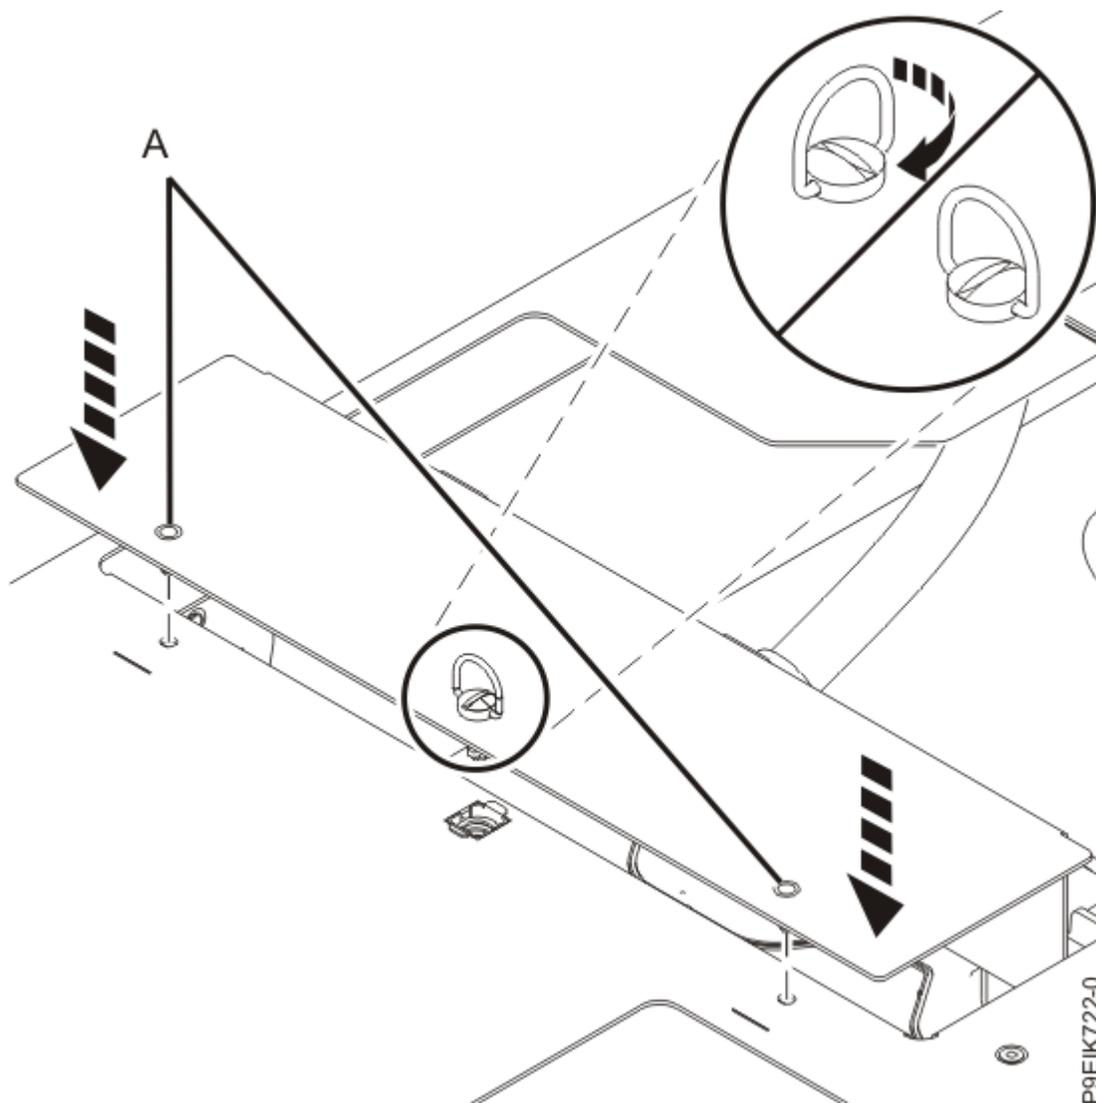

図 43. キャリアへの GPU ホルダーの取り付け
12. 各 GPU 冷却プレート・ホルダーを冷却プレート取り付けキャリアに固定します (45 ページの図 43 を参照)。位置合わせピン (A) を使用し、ねじ (B) を締めて、ホルダーをキャリアに固定します。